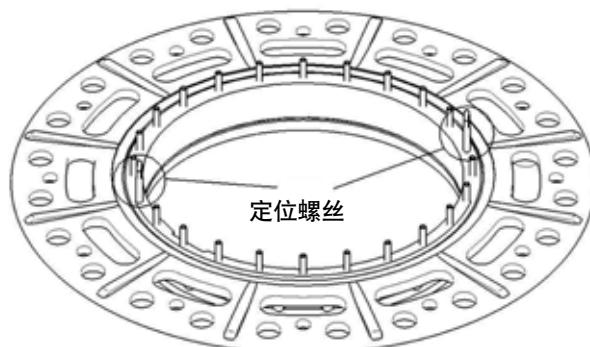

图 22 在支撑法兰上安放密封圈
1. 装配钟罩式变压器箱盖前，擦净分接开关油室支撑法兰的密封表面，在支撑法兰上安放密封圈（图 22），抽出间距垫块。